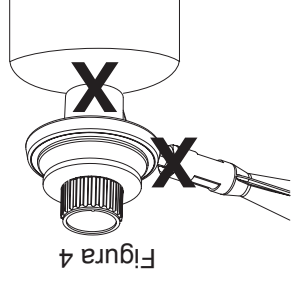

Figura 4
3. Vierta varias gotas de la solución con una cuchara o una botella de exprimir en la conexión del regulador y del tanque de propano (vea Figura 4).